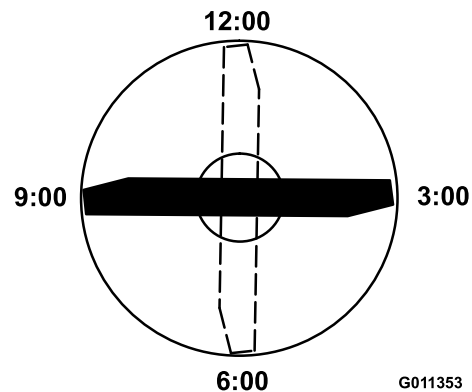

図 122
4. ブレードの印の付いているほうの端部を12時の位置車両進行方向に向け図 122、作業台の表面からブレードの切っ先までの高さを測定する。
5. 印の付いている端部を3時の位置と9時の位置に向けて図 122それぞれ高さを測定する。